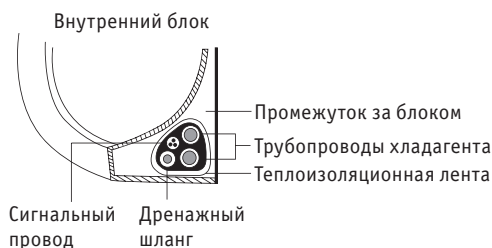

Рис. 3.12
1. Обвяжите дренажный шланг, трубы хладагента и сигнальный кабель, как показано на рис. 3.12.
- С помощью теплоизолирующей ленты плотно свяжите вместе сигнальный провод, трубы хладагента и дренажный шланг. Повторно проверьте, что комплект связан, как показано на рис. 3.12.